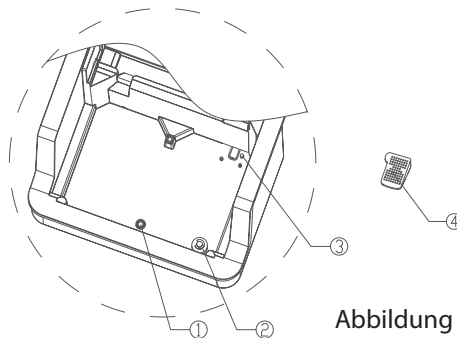

Abbildung 1
9. Einbauteile des unteren Wasserbehälters (Abbildung 1)
- ① Wasserstopfen: Vor der Erstverwendung des Gerätes oder nach einer längeren Betriebspause muss die Oberfläche des Gerätes gereinigt werden, indem der Stopfen nach unten gezogen wird, um das Schmutzwasser abzulassen
- ② Schwimmerschalter: Ein wichtiges Signalbauteil der Steuereinheit, das den Wasserfluss vom oberen Behälter zum unteren Wasserbehälter regelt. die Oberflächenablagerungen müssen regelmäßig entfernt werden.
- ③ Temperaturfühler: Er überwacht die Wassertemperatur in unteren Wasserbehälter. Die Oberflächenablagerungen müssen regelmäßig entfernt werden.
- ④ Filterabdeckung: Die Filterpartikel und Oberflächenablagerungen müssen regelmäßig entfernt werden.